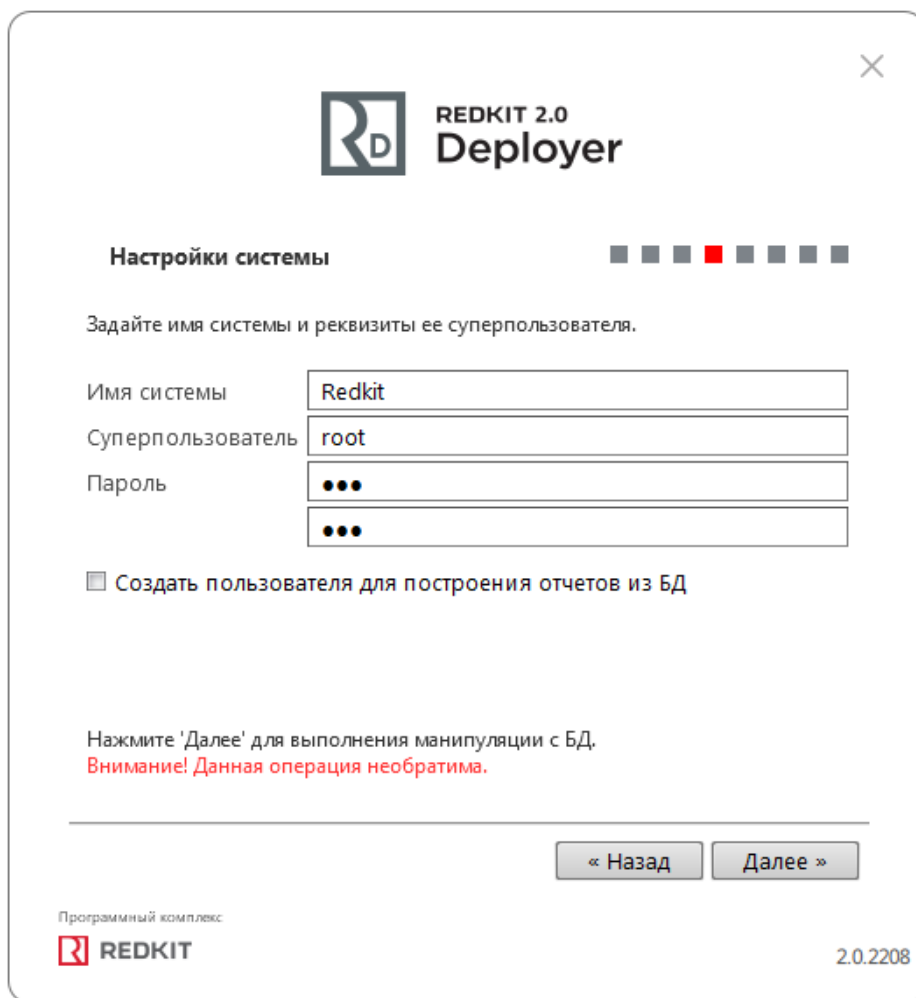

Рисунок 45 - Настройки системы
12. Задайте пароль суперпользователя root системы Redkit и нажмите **Далее** (Рисунок 45).